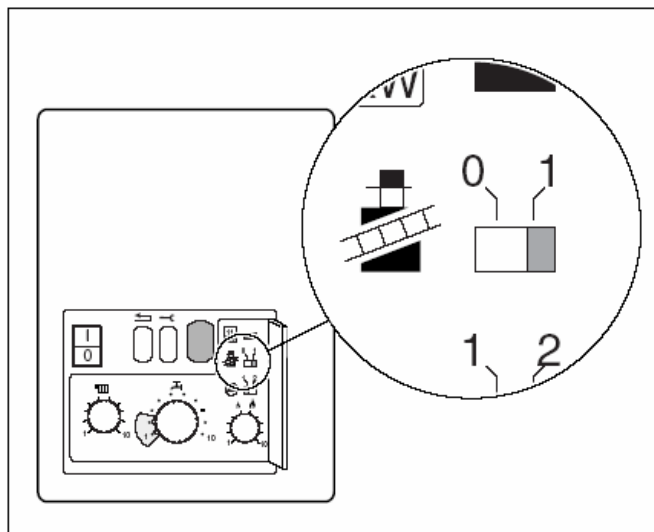

Рис. 5 Переключатель очистки дымохода
- Установите переключатель очистки дымохода (рис. 5) в положение “1”.